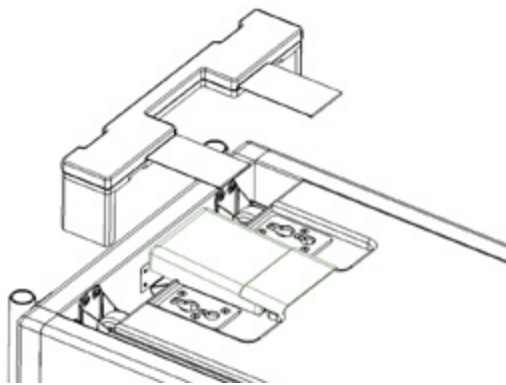

Figure 20
3. Faites rouler le chariot jusqu'au sommet du cadre. Près de l'extrémité, glissez la Protection de poulies du tapis entre le cadre et le chariot. Celle-ci servira de butoir pour le chariot et couvrira les poulies. Voir figure 20. Les rabats recouvrent les plaques lorsque les appuis épaules sont retirés